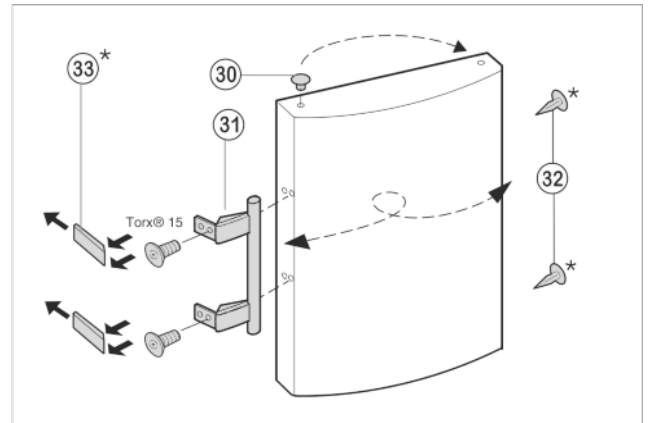

Fig. 9
► Stopfen Fig. 9 (30) aus der Tür Lagerbuchse herausheben und umsetzen.
► Türgriff Fig. 9 (31), Stopfen Fig. 9 (32) und Druckplatten Fig. 9 (33) abmontieren und auf die Gegenseite umsetzen.